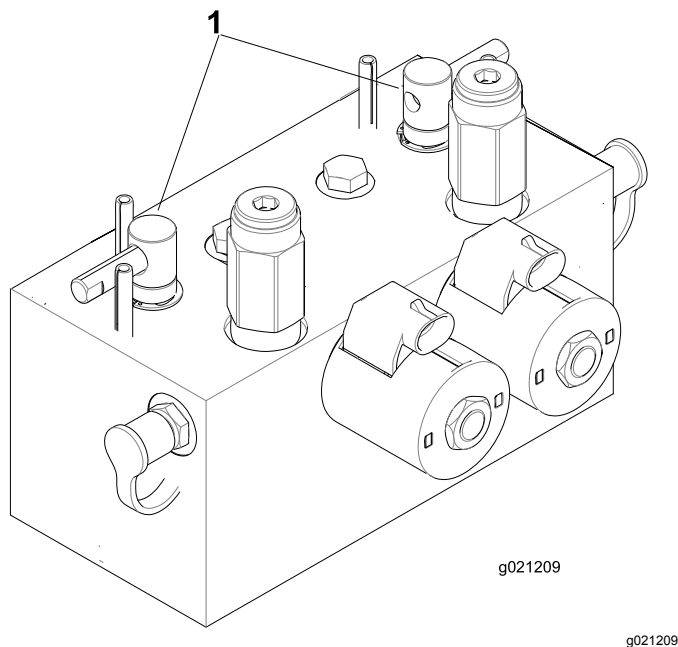

Figura 107
2. Sbloccate il sedile ed alzate lo per esporre le leve di lappatura (Figura 107).
5. Selezionate le leve di lappatura anteriore, posteriore o entrambe per stabilire gli elementi da lappare (Figura 107).